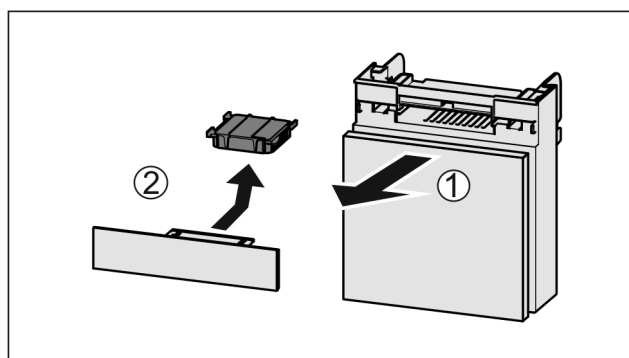

Fig. 128
- Vedä lokero etukautta pois Fig. 128 (1).
- Poista aktiivihilisuodatin Fig. 128 (2).